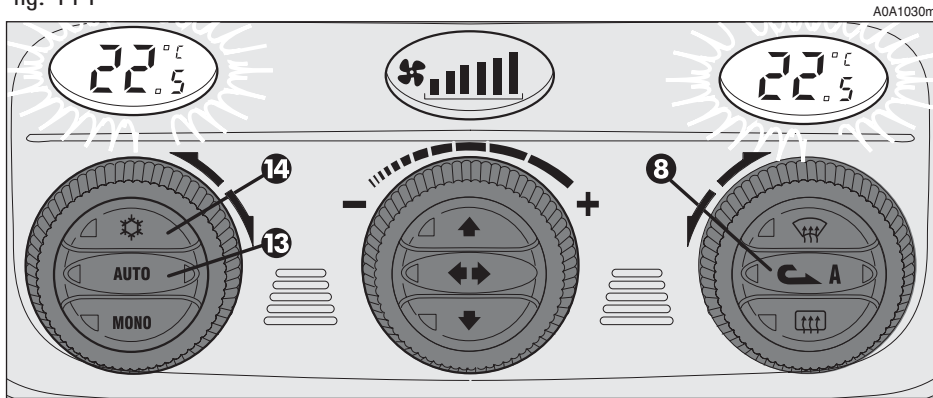

fig. 115
Le compresseur du climatiseur désactivé, il n'est pas possible d'introduire dans l'habitacle de l'air à une température inférieure à la température extérieure; dans ce cas, sur l'affichage relatif à la température la valeur non réalisable clignote et le voyant gauche présent sur le poussoir (13) **AUTO** - fig. 115) s'éteint.